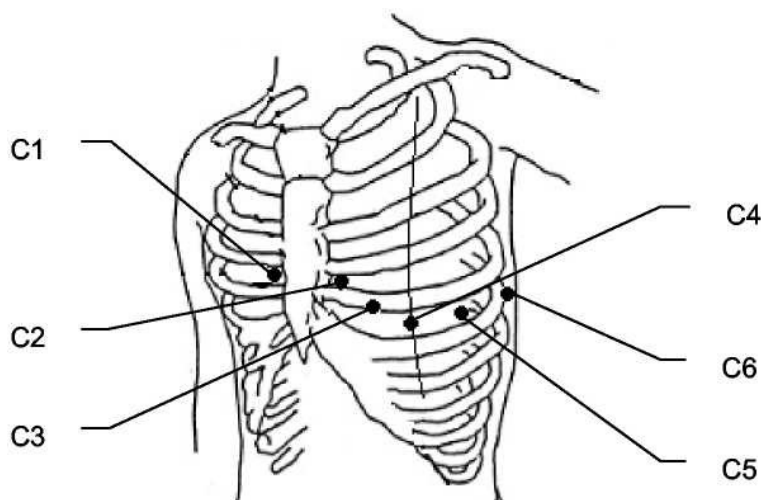

Рис. 4-5. Размещение грудных электродов
- 1) Поочередно установите электроды в соответствии с рис. 4-5. После установки электрода на кожу сожмите и разожмите грушу; теперь электрод фиксирован на коже.